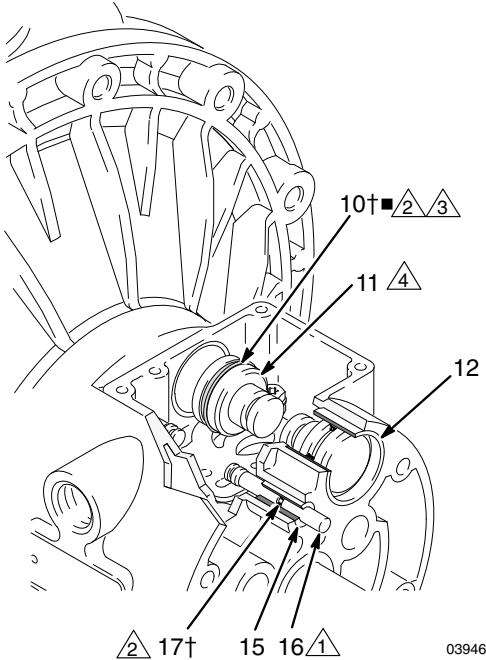

図 8
4. 軸受 (12) から2本の作動装置ピストン (11) を引き抜きます。ピストンからUカップのパッキン (10) を外します。軸受 (15) からパイロットピン (16) を引き抜きます。パイロットピンから0リング (17) を外します。図 8 を参照してください。
6. 軸受 (12、15) を取り付けたままで点検します。図 8 を参照してください。軸受にはテーパが付いています。損傷していた場合には、外側から外す必要があります。そのためには、液体セクションを分解する必要があります。22 ページを参照してください。
4. パイロット・ピン (16) ごとに O リング (17+) を取り付けます。ピンと O リングにグリースを塗ります。ピンを 細い側 を先にしてベアリング (15) に挿入します。図 8 を参照してください。
5. アクチュエータピストン (11) ごとに U カップパッキン (10+) を取り付けます。パッキンのリップをピストンの 細い側 に向けます。図 8 を参照してください。
6. U カップパッキン (10+) と作動装置ピストン (11) に潤滑剤を差します。アクチュエータピストンを 太い側 を先にしてベアリング (12) に挿入します。ピストンの細い側が見えるようにしておいてください。図 8 を参照してください。